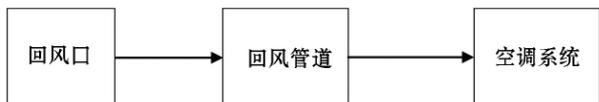

图 2
(2) 回风系统由回风口、回风管道组成 (图 2)。
为了更好的了解 GY-1 型高氧医用液体治疗仪的工作过程, 附该治疗仪输氧管路连接图, 见图 2